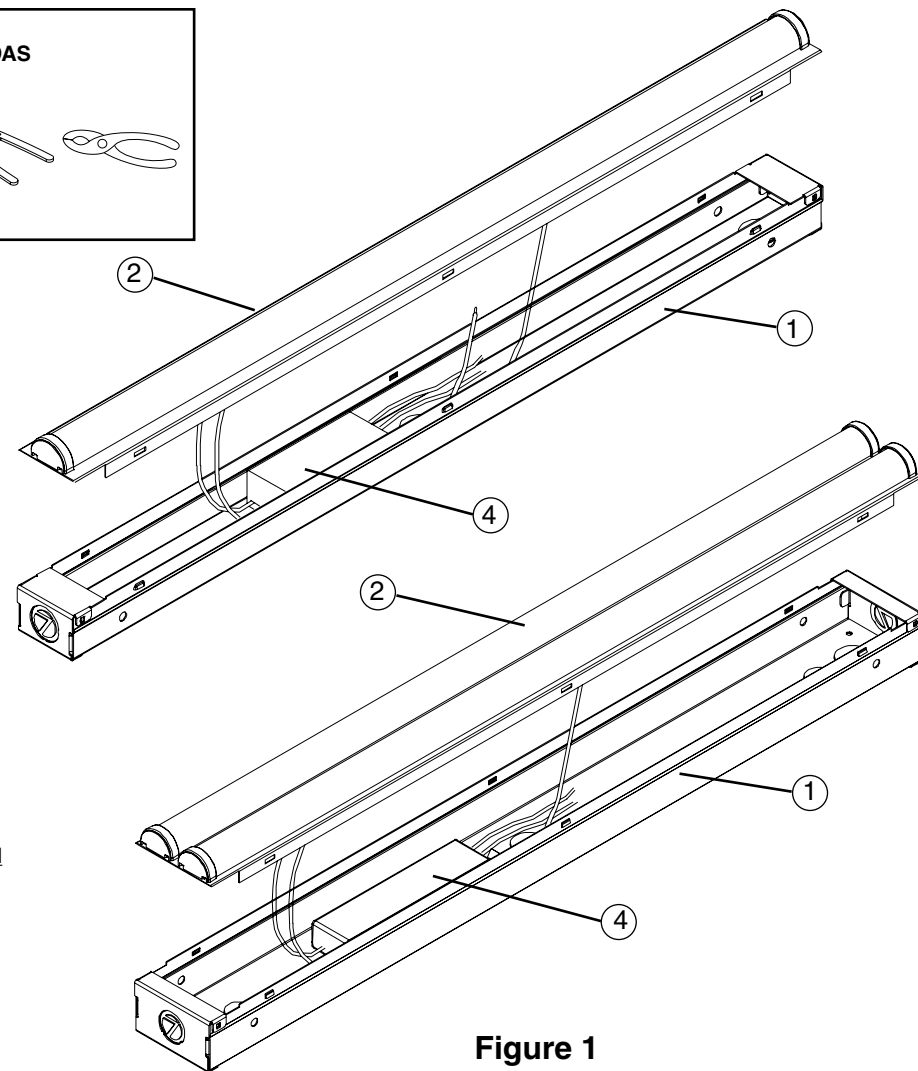

Figure 1
1. Retirer les composantes de l'appareil et tout emballage de pièces. S'assurer que toutes les pièces sont incluses. Voir la Fig. 1.
1. Remove fixture components and parts pack(s). Check that all parts are included. **See Fig. 1.**
1. Saque los componentes del luminario y paquete(s) de piezas. Compruebe que todas las piezas estén incluidas. **Vea Fig. 1.**